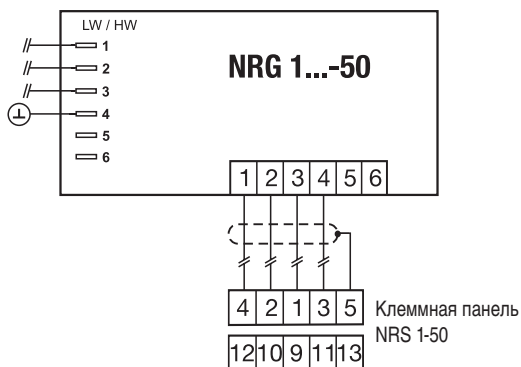

Рис. 25 Подключение электрода контроля уровня с алюминиевой соединительной головкой
4. Выполнить подключения к клеммной панели согласно схеме подключений. **Рис. 25**